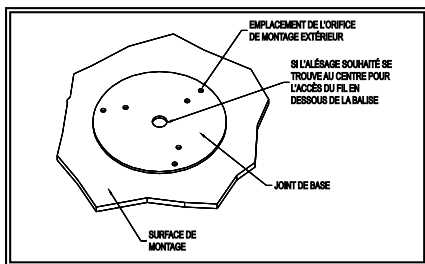

Figure 1
2. En vous aidant du joint de base, marquez les emplacements des trois orifices de montage (voir Figure 1).
4. Un quatrième trou peut être percé pour l'accès du fil comme indiqué à la Figure 1, ou les fils peuvent être acheminés par la fente dans la base pour un accès externe.